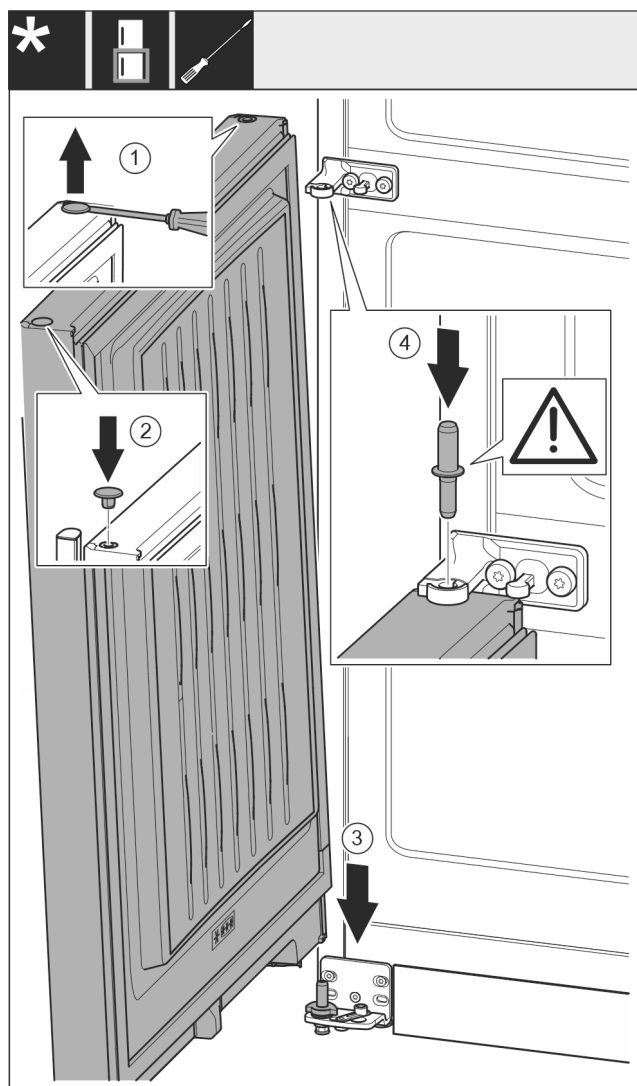

Fig. 20
- Ridicați cu precauție dopul Fig. 20 (1) cu o șurubelniță plată și extrageți-l.
- Introduceți dopul Fig. 20 (2) pe partea opusă a ușii.
- Așezați ușa Fig. 20 (3) de sus pe bolțul inferior de lagăr.
- Introduceți bolțul central de lagăr Fig. 20 (4) prin mijlocul suportului de lagăr în ușa inferioară. Aveți grijă aici ca respectiva camă de fixare să fie îndreptată către înapoi.